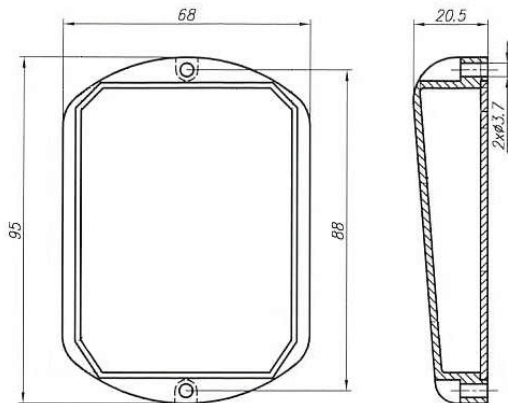

Рисунок 5.1 – Габаритные и установочные размеры
1. Подготовить место установки согласно габаритному чертежу (см. рисунок 5.1).